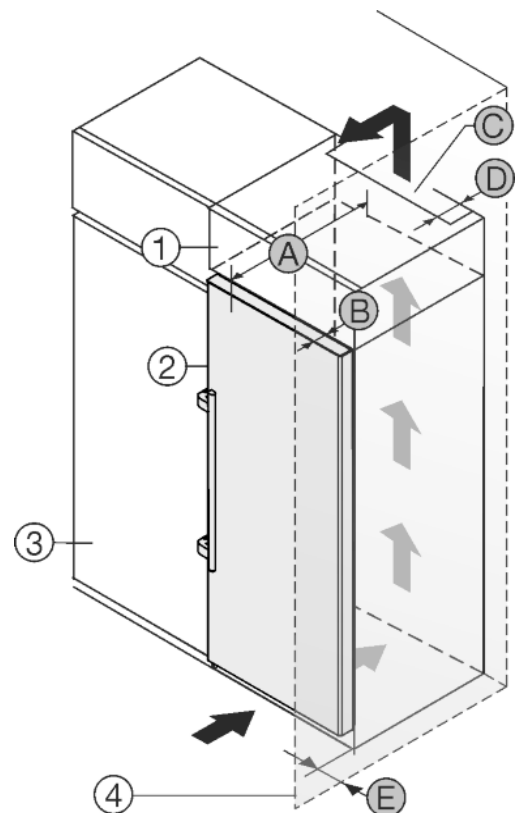

Fig. 24
Das Gerät kann mit Küchenschränken umbaut werden. Um das Gerät *Fig. 24 (2)* der Küchenzeilenhöhe anzugleichen, kann über dem Gerät ein Aufsatzschrank *Fig. 24 (1)* angebracht werden.
Das Gerät kann direkt neben dem Küchenschrank *Fig. 24 (3)* aufgestellt werden. Um die Türe vollständig öffnen zu können, muss das Gerät um die Tiefe *Fig. 24 (B)* gegenüber der Küchenschrankfront vorstehen. Abhängig von der Tiefe der Küchenschränke und Verwendung von Wandabstandshaltern kann das Gerät weiter herausragen.
- An der Rückseite des Aufsatzschrankes muss ein Abluftschacht mit der Tiefe *Fig. 24 (D)* über die gesamte Aufsatzschrankbreite vorhanden sein.
- Unter der Raumdecke muss der Entlüftungsquerschnitt *Fig. 24 (C)* eingehalten werden.
Wenn das Gerät mit den Scharnieren neben einer Wand *Fig. 24 (4)* aufgestellt wird, muss der Abstand *Fig. 24 (E)* zwischen Gerät und Wand eingehalten werden. Dies entspricht dem Griffüberstand bei geöffneter Türe.